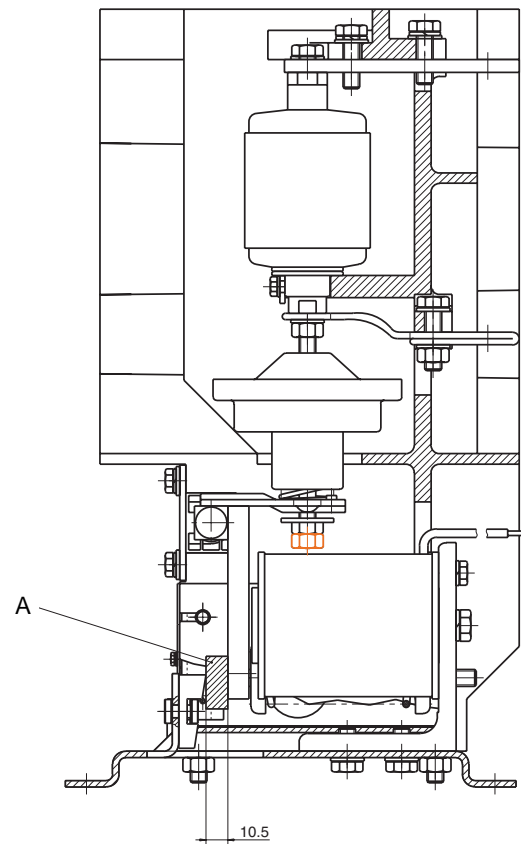

Fig. 2 Nach dem Einbau der Einschaltverklung
6. Mitgeliefertes Abstandsstück (A) 10,5 x 25 x 180 aus Isolierstoff zwischen Magnetanker und Anschlag schieben (Fig. 2)
6. Place 10.5 x 25 x 180 spacer (A) made of insulating material between magnet plate and stop (Fig. 2)